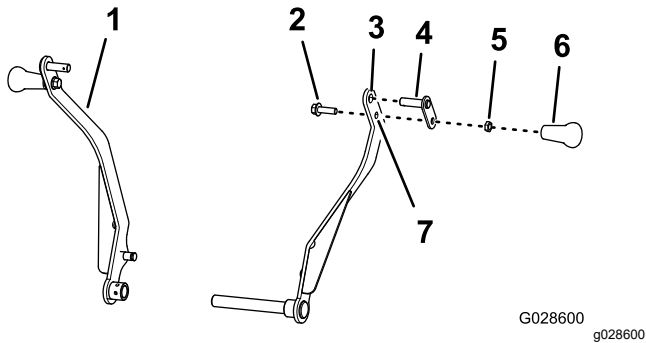

Figure 16
1. Insérez l'axe de pivot dans le trou supérieur du bras de berceau (Figure 16).
3. Insérez le boulon ($\frac{3}{8}$ " x $1\frac{1}{4}$ ") dans le trou inférieur du bras du berceau et la fixation de l'axe de pivot (Figure 16) avec l'écrou de blocage ($\frac{3}{8}$ "), et serrez l'écrou à un couple de 15 à 17 Nm.
4. Vissez la poignée sur le boulon ($\frac{3}{8}$ " x $1\frac{1}{4}$ ") et serrez-la contre l'écrou de blocage à la main (Figure 16).
5. Répétez les opérations 1 à 4 pour les autres bras de berceau (Figure 16).